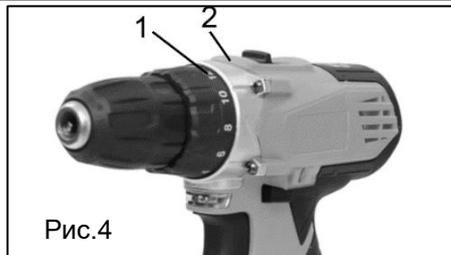

Рис.4
момента. Для установки ограничения крутящего момента на вращающемся кольце нанесены цифры (1) (Рис. 4). Поверните кольцо до совмещения необходимой цифры со стрелкой (2) Для правильной установки используйте таблицу ниже.